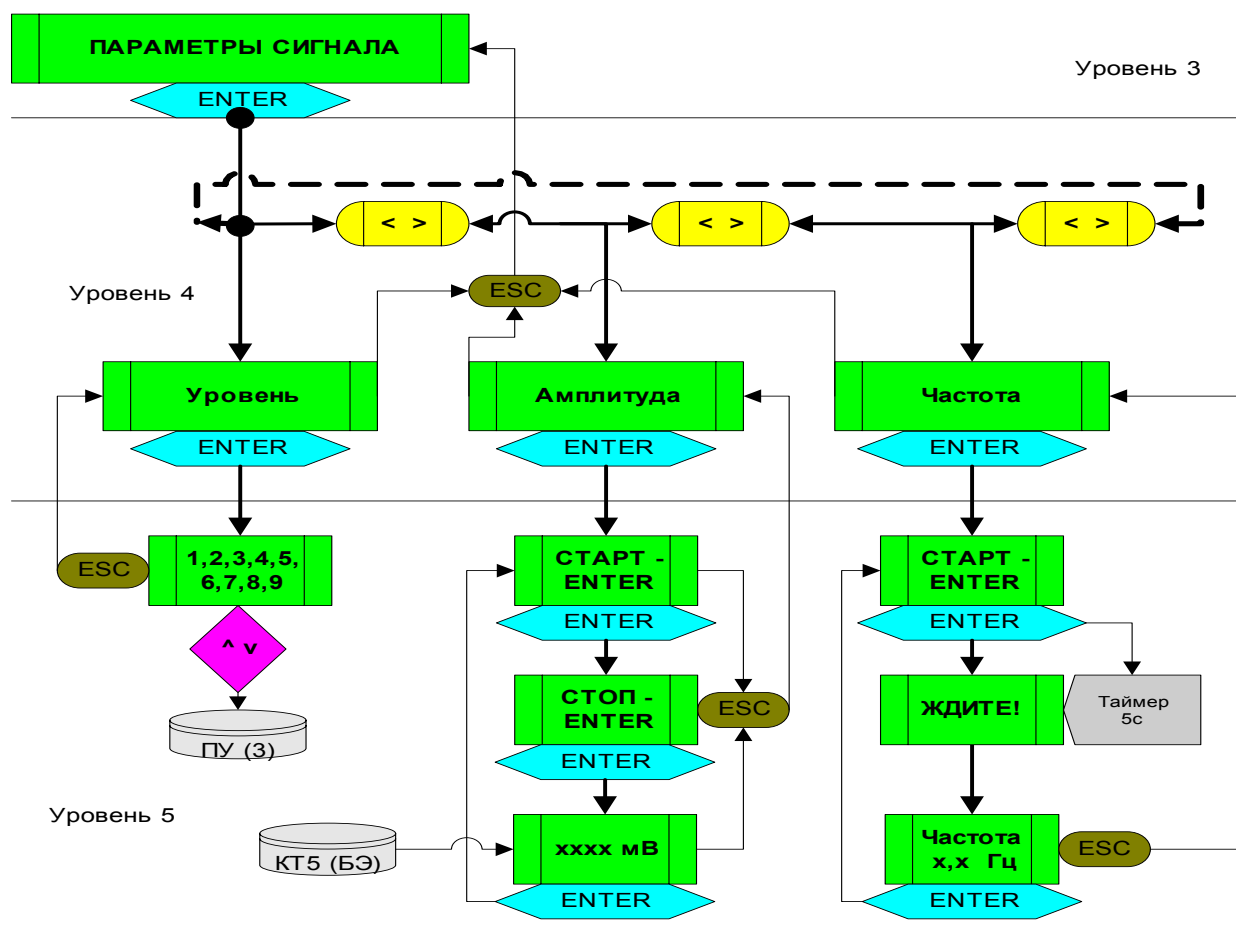

Рис. 3.2. Структурная схема раздела «ПАРАМЕТРЫ СИГНАЛА» системного меню ПУ
3.2.2.4. Раздел «**ПАРАМЕТРЫ СИГНАЛА**» при нажатии клавиши «ENTER» переходит в 3 подраздела (4-й уровень системного меню): «**Уровень**», «**Амплитуда**», «**Частота**». Переход между подразделами осуществляется с помощью клавиш «→» или «←». Переход на более высокий уровень осуществляется с помощью клавиши «ESC». На рис. 3.2. представлена структурная схема раздела «**ПАРАМЕТРЫ СИГНАЛА**».
Для измерения резонансной частоты в системном меню (основного уровня) предусмотрен раздел **«ПАРАМЕТРЫ СИГНАЛА»**, в который входят 3 подраздела (рис. 3.2.). Процесс измерения начинается с подраздела **«Амплитуда»**, в котором измеряется амплитуда шума в КТ5 при текущем (штатном) состоянии СЗ (в отсутствии воздействий). Затем в подразделе **«Уровень»** выставляется порог дискриминации значимого сигнала (помехи), превышающий амплитуду шума. И, наконец, в подразделе **«Частота»** определяется искомая резонансная частота СЗ.
3.2.4.3. В разделе системного меню **«ПАРАМЕТРЫ СИГНАЛА»** (рис. 3.2.) нажать клавишу «ENTER» и войти в подраздел **«Уровень»**, перейти (с помощью клавиши «→») в подраздел **«Амплитуда»**.